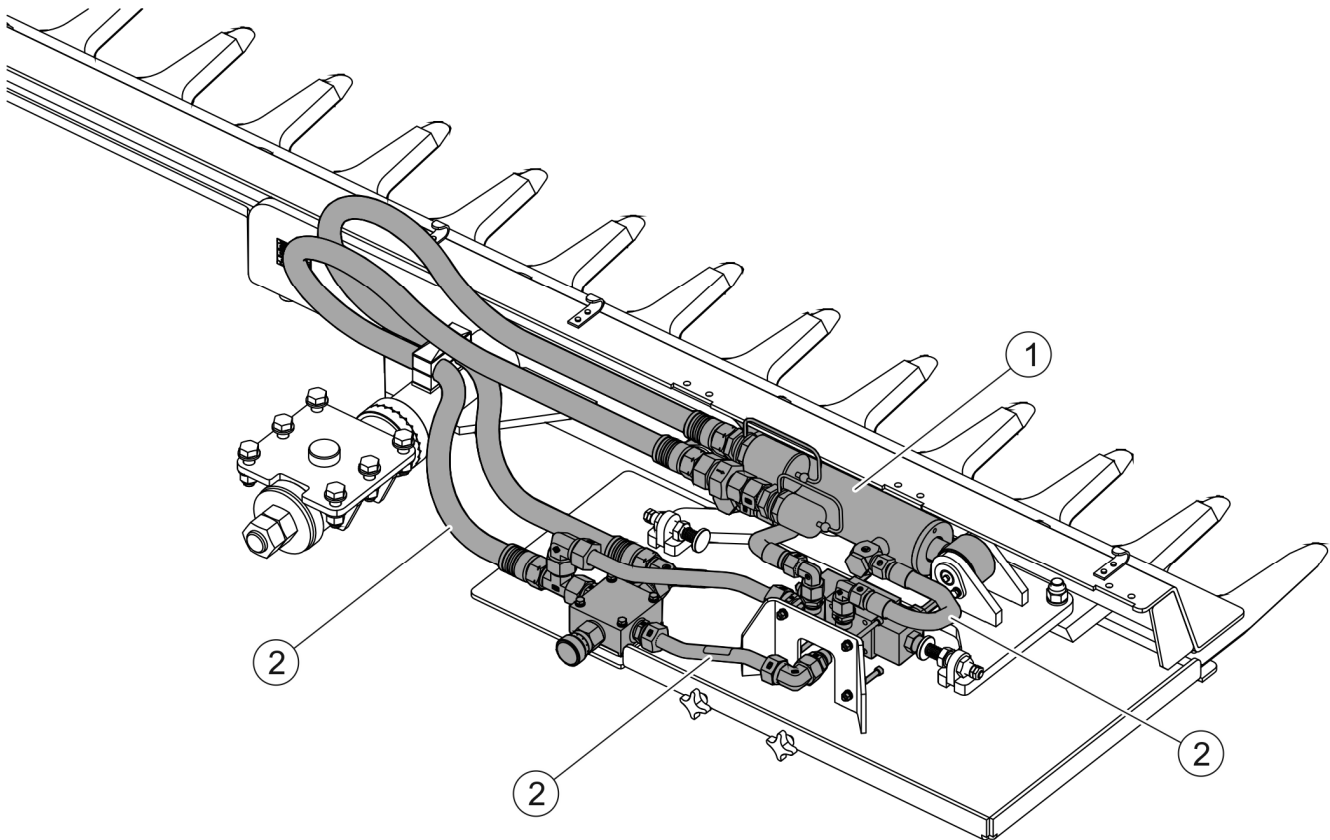

BILD 5.2 Kontrolle der Anschlüsse der Hydraulikleitungen, die den Hydraulikzylinder versorgen.
Die Wartung des Antriebssystems besteht aus der regelmäßigen Überprüfung der Hydraulikverbindungen (2) (BILD 5.2) des Hydrauliksystems, seiner korrekten Funktion und der Überprüfung der Befestigungspunkte der Hydraulikzylinder (1).